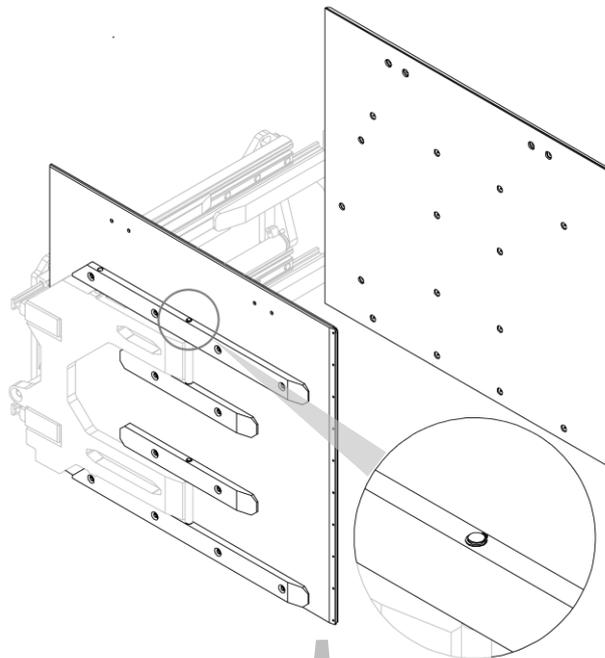
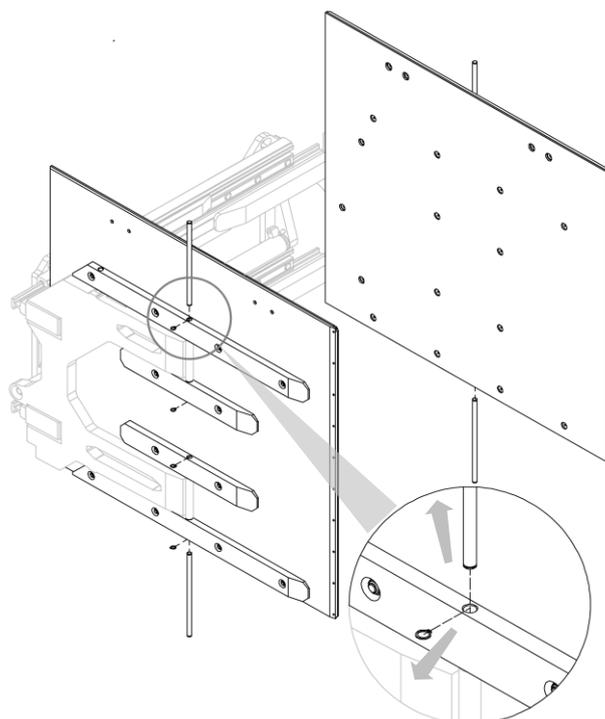

Abbildung 69
Abbildung 70
2. Nehmen Sie die Klappen (mit ihren Platten) von den Gabelzinken, nachdem Sie, die Bolzen, die sie halten, herausgezogen haben (siehe *Abbildung 69* und *Abbildung 70*).